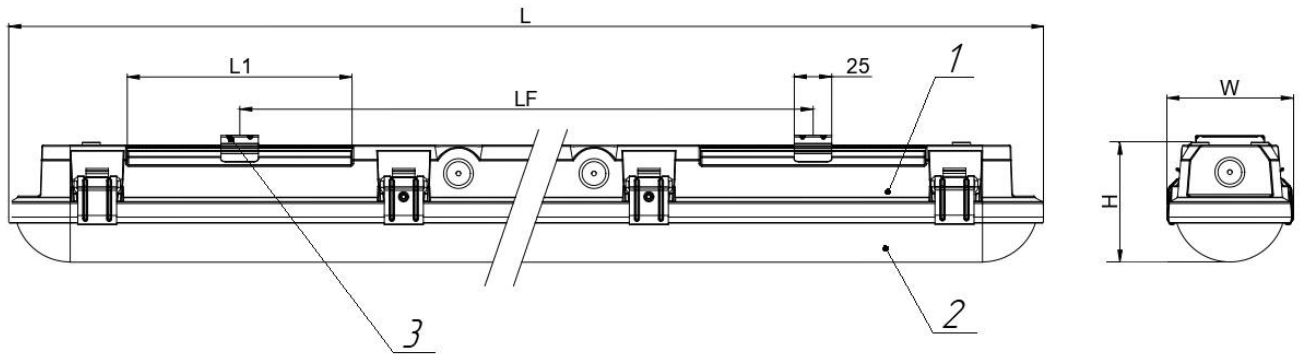

Рисунок 1 - Внешний вид и габаритные размеры светильника.
3.2 Светильник состоит из корпуса в сборе поз. 1, рассеивателя поз. 2, скоба подвеса поз. 3. (Приложение А рисунок 1)